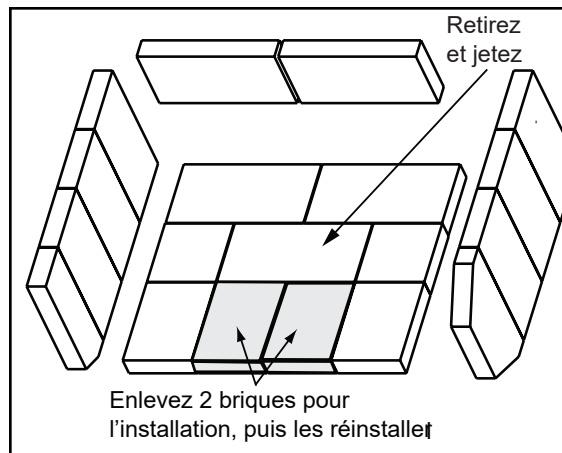

Figure 18.1
- Retirez les 2 briques de la partie avant de la boîte à feu (**Figure 18.1**).
2. Retirez les 2 briques de la partie avant de la boîte à feu (Figure 18.1 à la page 18).